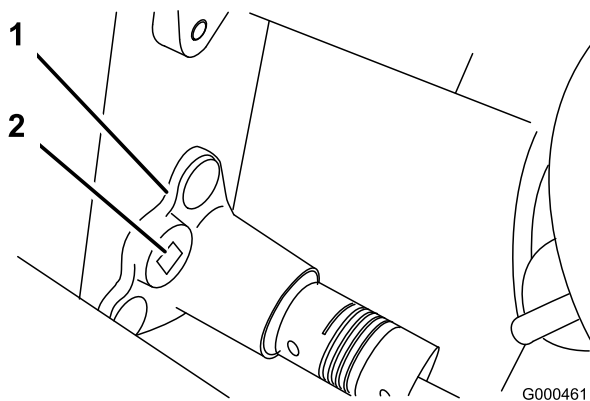

図 40
B. 3/8インチのトルクレンチでベアリング・ハウジングを0.4～0.46 kg.mのトルクで回転させてベルトを張る（図 40）。